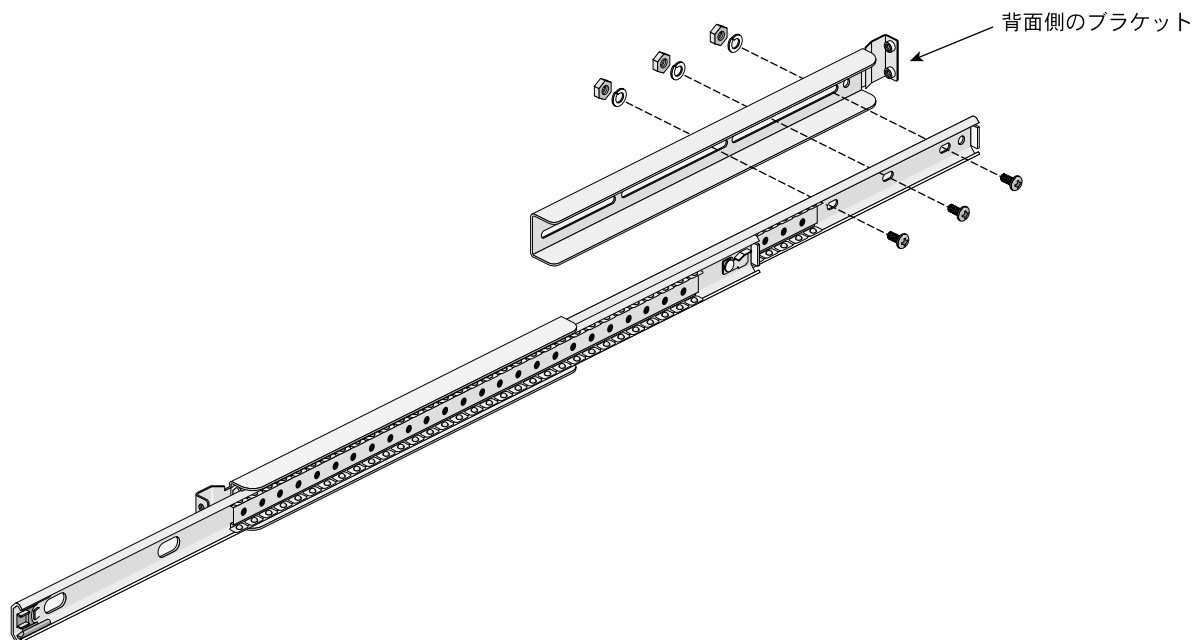

図2-4 背面側のブラケットをスライドに取り付ける
9. 3つのM4xL8ネジをスライドの後部にある3つの横長の穴に通してから、ブラケットの後ろ側にある2つのスロット（図2-4参照）に通します。ブラケットの後ろ側の丸穴にはネジを通さないでください。